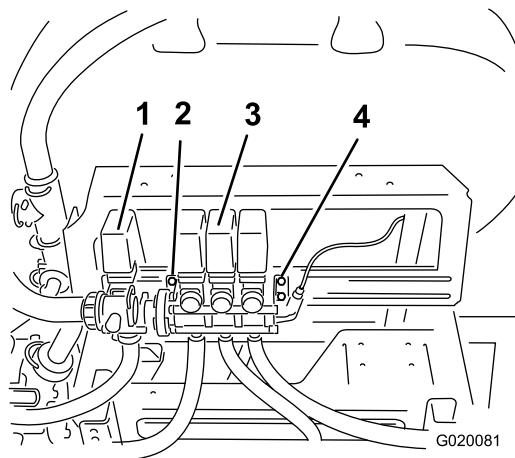
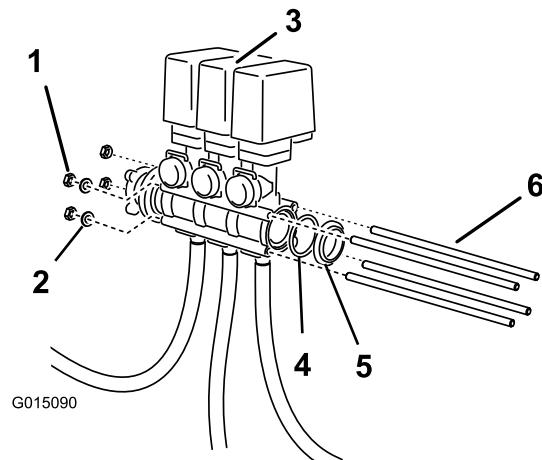

Figure 4
Figure 6
1. Desserrez, mais ne retirez pas, les boulons qui fixent le bloc de vannes de rampe au support droit (Figure 4).
8. Insérez les tiges filetées dans les trous des corps des vannes de dérivation des rampes et, dans le cas des 2 tiges les plus proches du longeron de montage, dans le support gauche (Figure 4 et Figure 6).